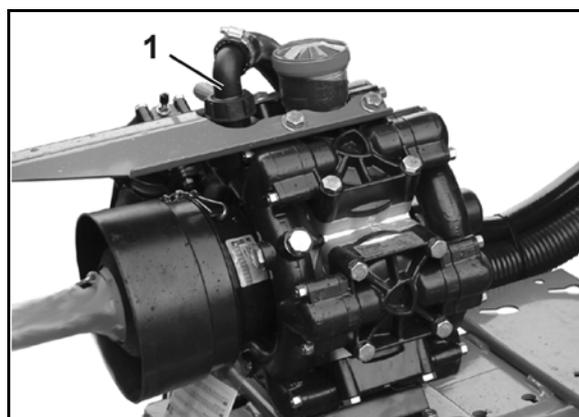

Fig. 157
8. Retirar la manguera (Fig. 157/1) de la llave de conmutación **F**.
Girar la llave de conmutación **F** (Fig. 157/2)